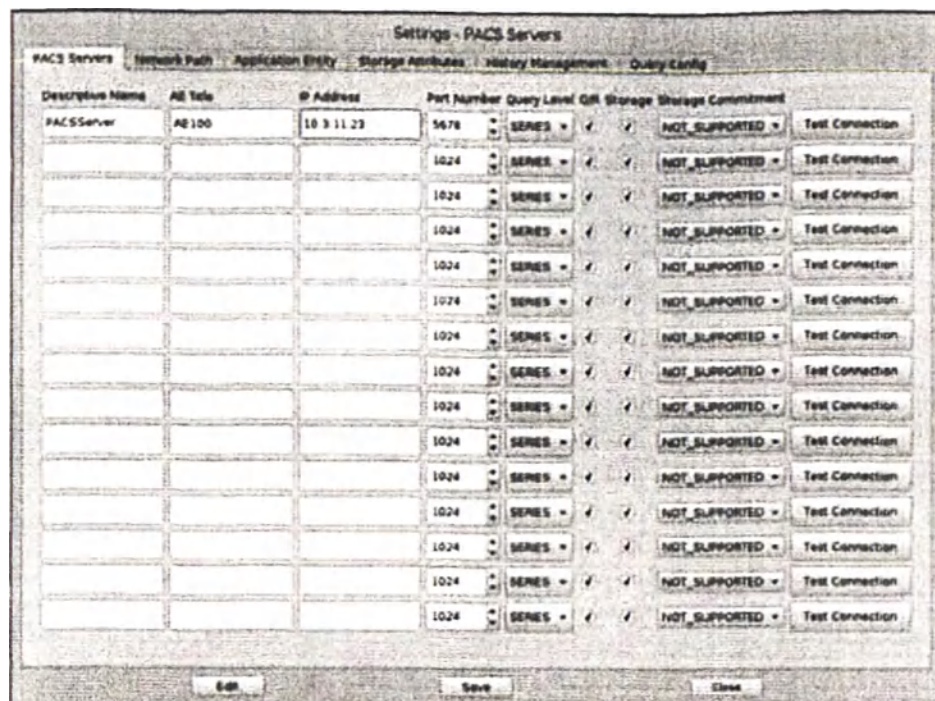

Рисунок 13. Одно из сообщений сервиса PACS
3. Отобразится окно Настроек сервера PACS (смотри Рисунок 13 на странице 13). Нажать на кнопку [Редактировать] ([Edit]).